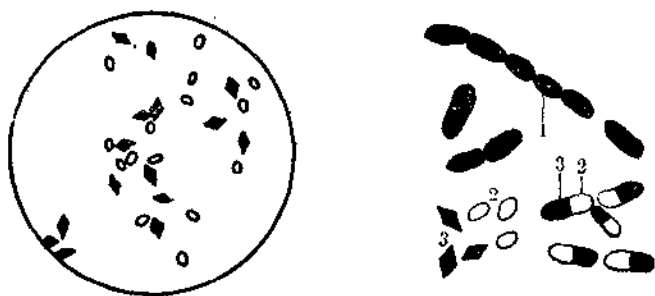

图9 杀螟杆菌的形态
1. 芽孢萌发：杀螟杆菌的芽孢在适宜的环境里，就萌发成为杆状的、两端圆钝的菌体营养体（图 9）。